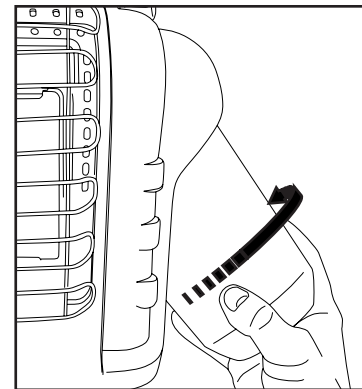

Figure 2 : Attachez le réservoir à carburant
jusqu'à serré-de-mains; (voir figure 2). NE PAS utiliser du produit d'étanchéité pour filetages sur cette liaison
Inspectez visuellement la flamme de la veilleuse et le brûleur régulièrement au cours de l'utilisation. La flamme de la veilleuse doit être bleue, et non jaune, et s'étendra au-delà du thermocouple. La flamme doit entourer le thermocouple juste en-dessous de son extrémité (voir Figure 2, ci-dessous). Il est possible qu'une faible flamme jaune apparaisse là où se rencontrent la flamme veilleuse et la flamme principale du brûleur. Le brûleur doit être orange vif (avec un peu de bleu sur le contour; une brume rouge orangée visible sur le bloc céramique est acceptable) sans flamme apparente. Une flamme bleue qui s'échappe du bloc céramique indique une accumulation de poussière, de fibres ou de toiles d'araignée à l'intérieur du boîtier ou du compartiment du brûleur. Si la flamme veilleuse est jaune ou que le brûleur dégage une flamme visible, un nettoyage s'impose. Respectez la méthode suivante pour inspecter le boîtier et le compartiment du brûleur.
- 8 Inspectez et nettoyez la veilleuse (installée sur le support) à l'aide d'un aspirateur ou injectez de l'air comprimé dans les trous de la veilleuse, indiqués par les flèches de la figure 2, à gauche.